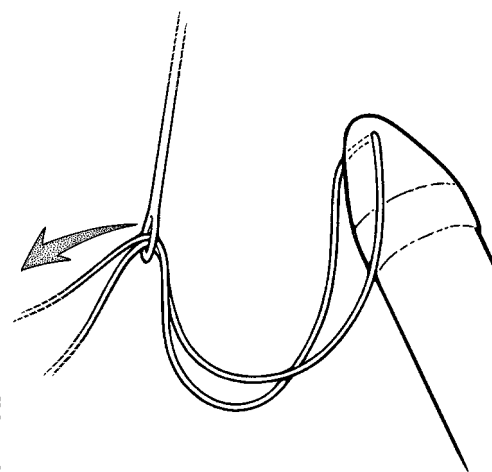

Figure 4-12. Insertion de la suture de traction dans l'aiguille de Keith
3. Retirez l'obturateur jusqu'à la position « rétractée » ou « verrouillée ». Faites passer les deux extrémités des sutures de traction des cylindres (environ 10 cm) par le chas d'une aiguille de Keith en forme d'éclair (**Figure 4-12**).